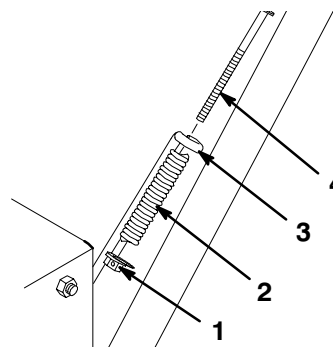

Figure 9
- Glissez le ressort sur le bas de la tige de commande de traction (Fig. 9).
- Vissez un contre-écrou à embase (embase vers le haut) sur le bas de la tige de commande de traction, sous le ressort (Fig. 9).